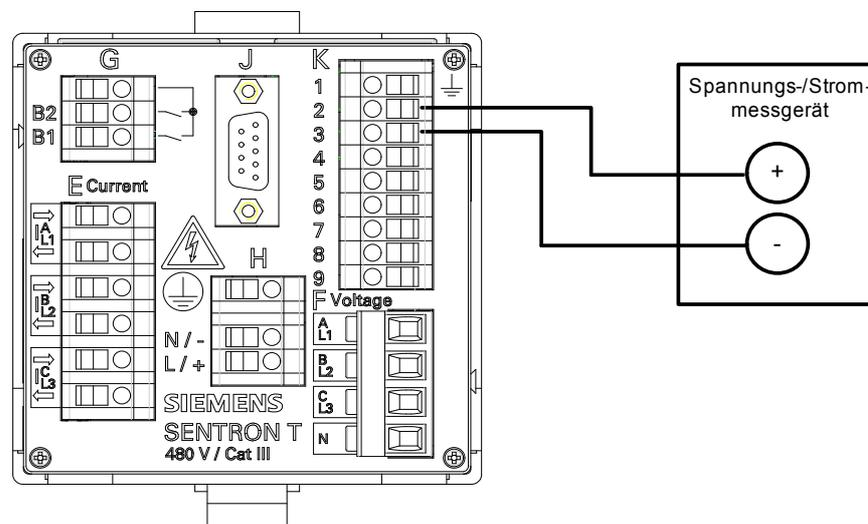

Bild 10-13 Messaufbau zum Abgleichen der DC-Analogausgänge
- Führen Sie den Messaufbau gemäß Bild 10-13 durch.